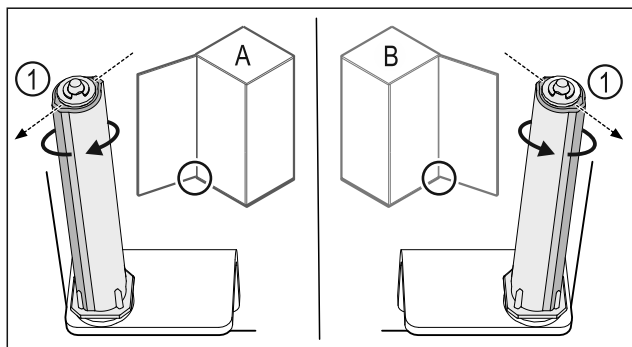

Fig. 45 Opritorul din stânga (A) / opritorul din dreapta (B)
- ▶ Rotiți sistemul de închidere până la rezistență, până când pragul sistemului de închidere Fig. 45 (1) este orientat spre exterior.